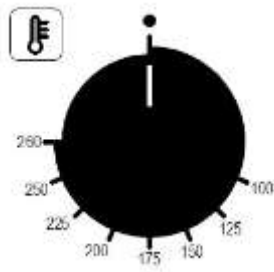

Fig. 4
**Programmation de la température de cuisson** - Mettre le bouton du thermostat de réglage (Fig. 4) sur la température voulue pour la cuisson.
- Soulever légèrement la porte et l'enlever (Fig. 4);